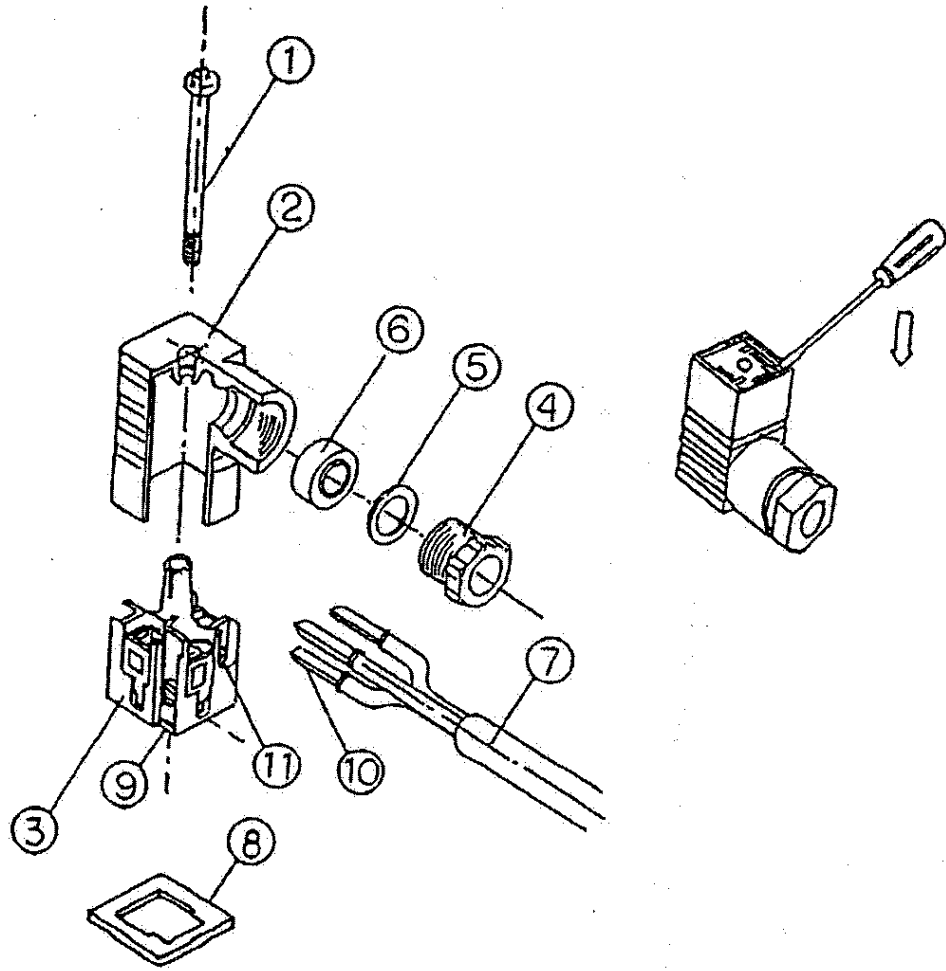

図5 DINコネクタの構成
(1) 分解
- (a) ネジ①を緩めてからカバー②をネジ①の方向に引っ張ると機器本体（ソレノイド等）からコネクタが外れます。
- (b) ネジ①をカバー②より抜き取ります。
- (c) 端子台③の底の切り欠き部（▲の表示有）⑨が有り、カバー②と端子台③の隙間に小型マイナスインスライバ等を差し込みこじると、カバー②から端子台③が外れます（図5をご参照ください）。
- (d) ケーブルグランド④を外し座金⑤とパッキン⑥を取り出してください。
(2) 配線
- (a) ケーブル⑦のリード線（撚線）に棒端子⑩を圧着してください（単線の場合は、棒端子は必要ありません。また、撚線の場合でも裸線での配線は可能です）。